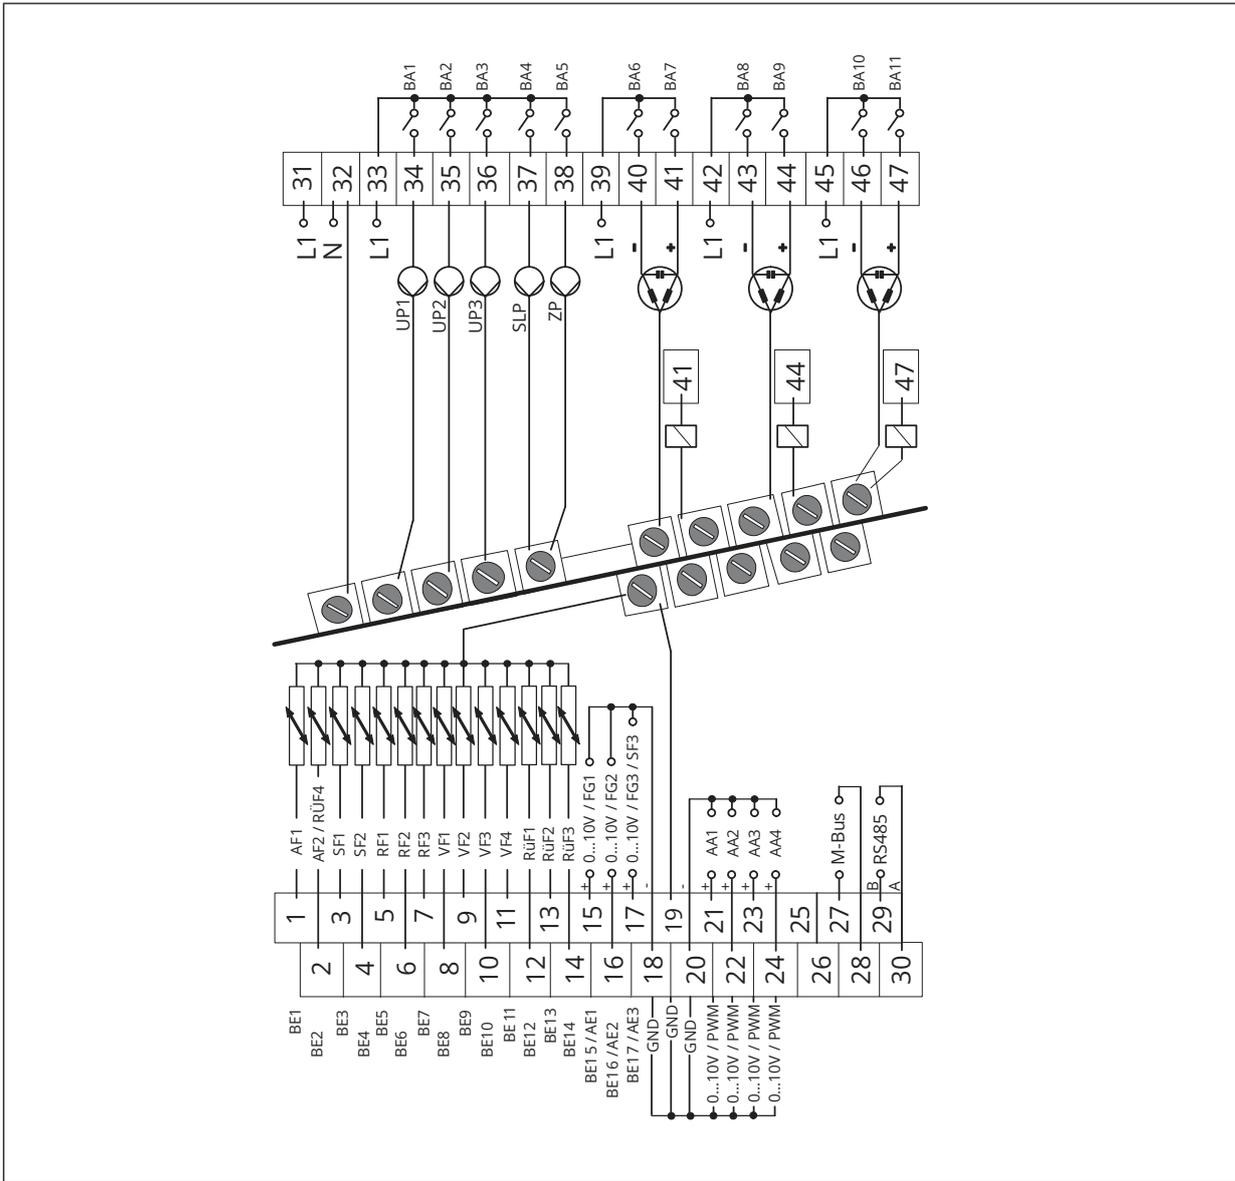
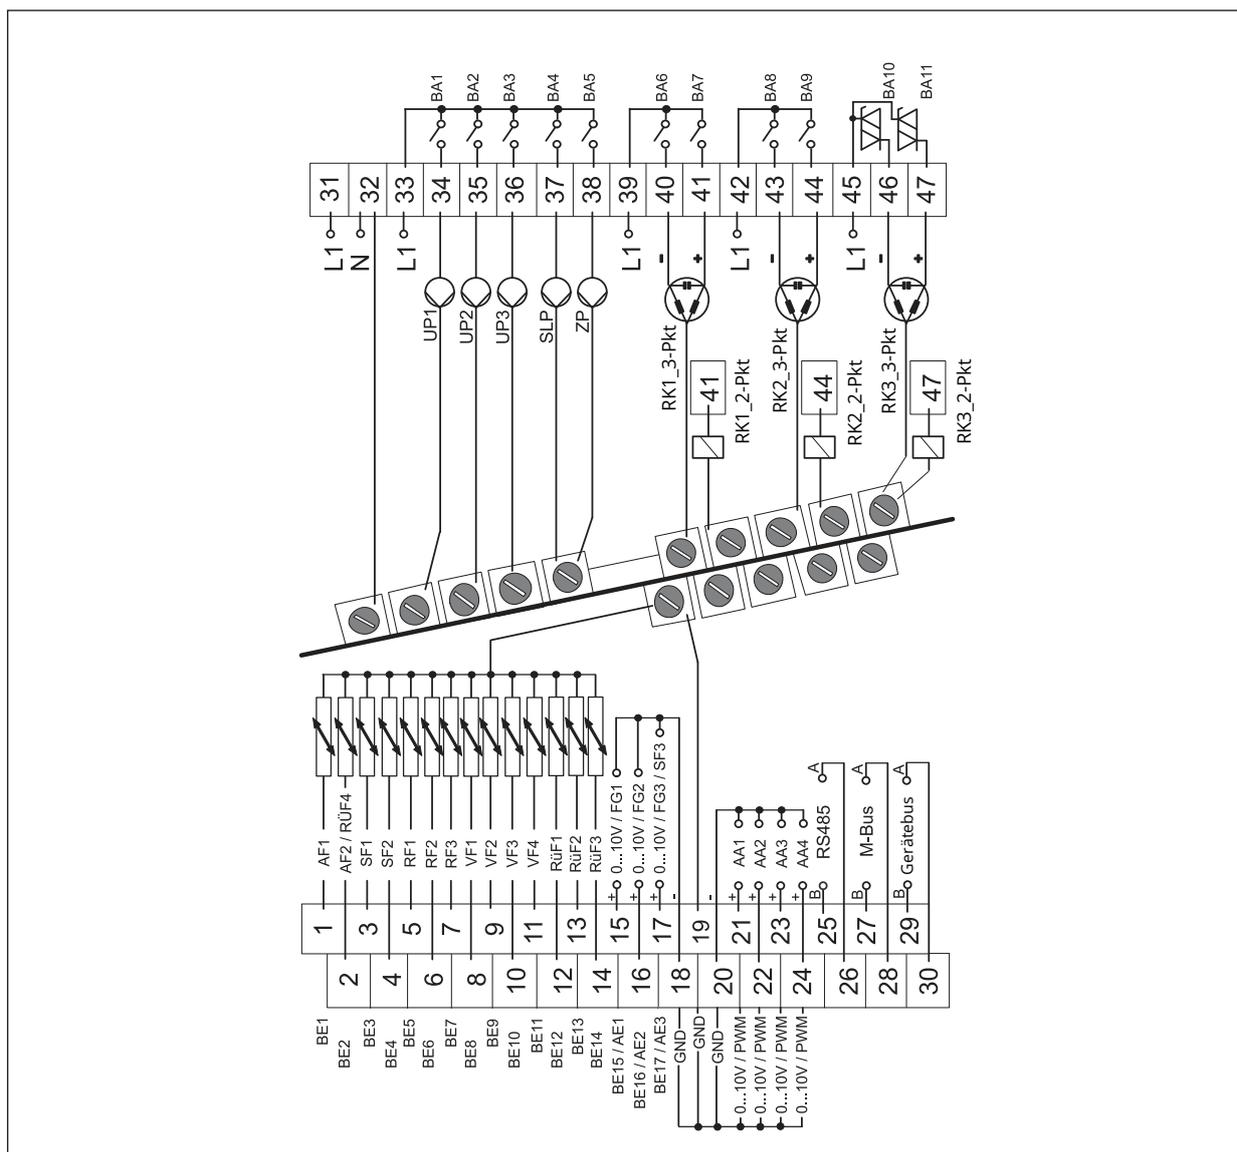

Bild 3: Elektrischer Anschluss TROVIS 5578-1113
Bild 4: Elektrischer Anschluss TROVIS 5578-1114/TROVIS 5578-1115
- ⇒ Elektrischen Anschluss nach Bild 3 oder Bild 4 vornehmen.